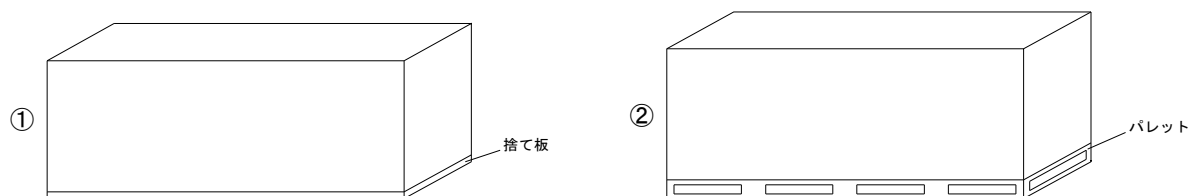

図 1 THHT ネクスト保管概略図
- ・THHT ネクストの保管は、波打ちや反りを防止するため高さのそろった台上にボードの縁が台からはみ出ないようにしてください（図 1 参照）。また、各山の一番上のボードは裏面を上面とし、保管する場合は、必ずパレット積みとしてください。